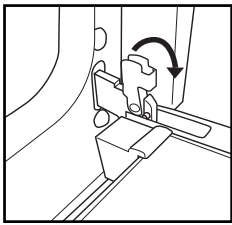

Fig. 1
2. Soulevez les deux manettes d'arrêt en les poussant vers l'avant jusqu'en butée (fig. 1).